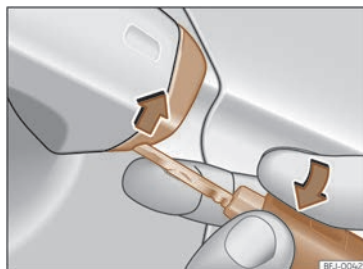

Fig. 51 Maneta de la porta del conductor: desprendre la tapa fent palanca.
- Introduïu l'espasí a l'obertura inferior de la tapa de la maneta de la porta del conductor i aixequu la tapa >>> fig. 51.